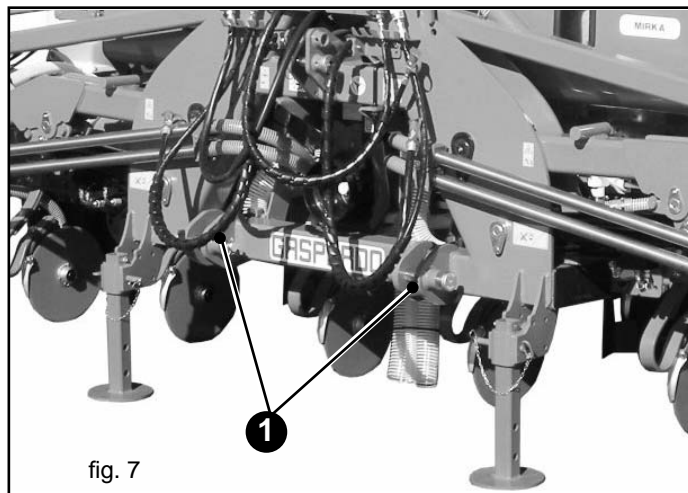

fig. 7
- 1) Accrocher les barres de l'élèveur aux pivots prévus à cet effet (1, Fig. 7). Bloquer par les goupilles à encliquetage.